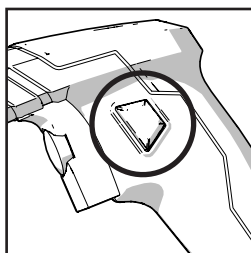

Fig. 6
- Premere e tenere premuto il pulsante di blocco. **(Fig. 6)**